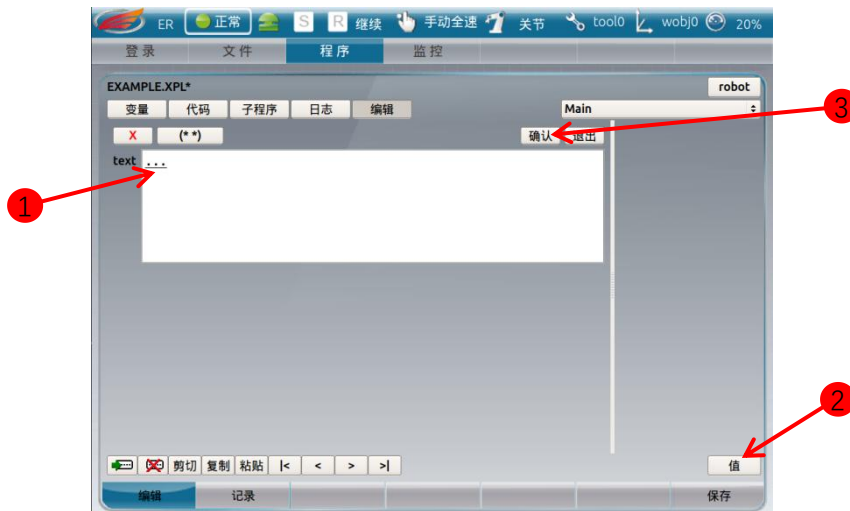

图 20
3. 点击“text”栏中的“...”（图 20 中标记 1），再点击右下角“值”按钮（图 20 中标记 2）进行注释内容填写，填写完成后点击“确认”按钮（图 20 中标记 3），将注释添加进程序。